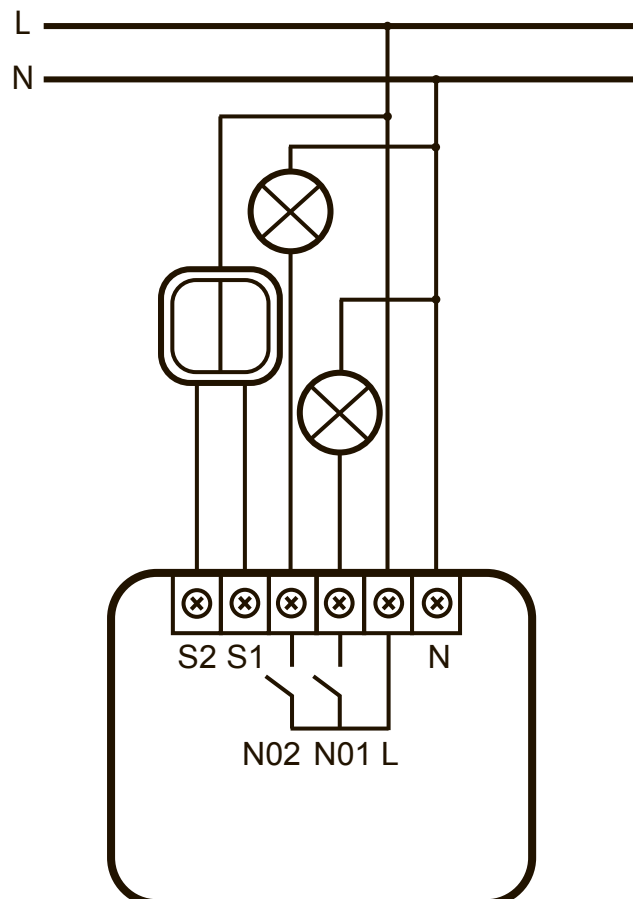

Рис. 1. Схема монтажа
2. Подключите к PAN04 выключатель, как показано на рис.1.